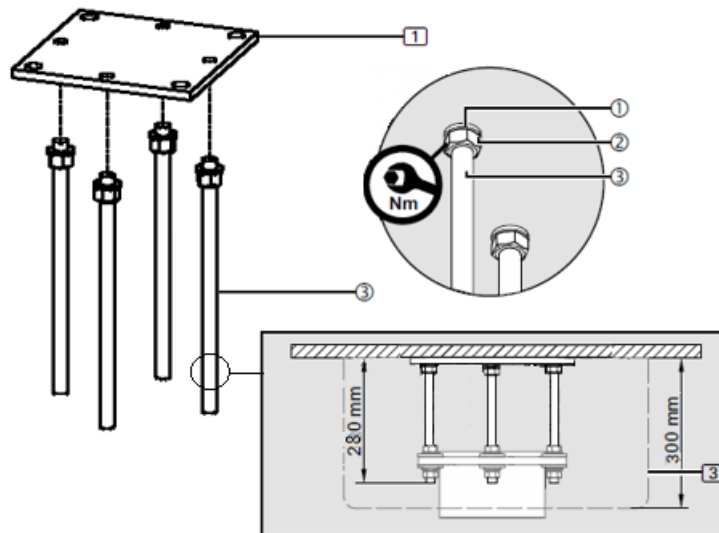

Abb. 5 Montage der Schnittstellenplatte ohne Zwischendecke
- Für die Deckenblende (3) mit einer Höhe von 300 mm müssen die Gewindebolzen 6/12 M16 x 350 mm ③ auf 280 mm gekürzt werden. Siehe Abb. 5.
- Entfernen Sie leicht die Grate von den Gewindebolzen M16 x 350 mm ③, um einen optimalen Sitz des Gewindes in der Zwischenplatte (1) zu gewährleisten.
- Schrauben Sie jeweils 1 Sechskantmutter M16 ② auf die Gewindebolzen M16 ③ und legen Sie dann jeweils 1 Federscheibe ① auf.